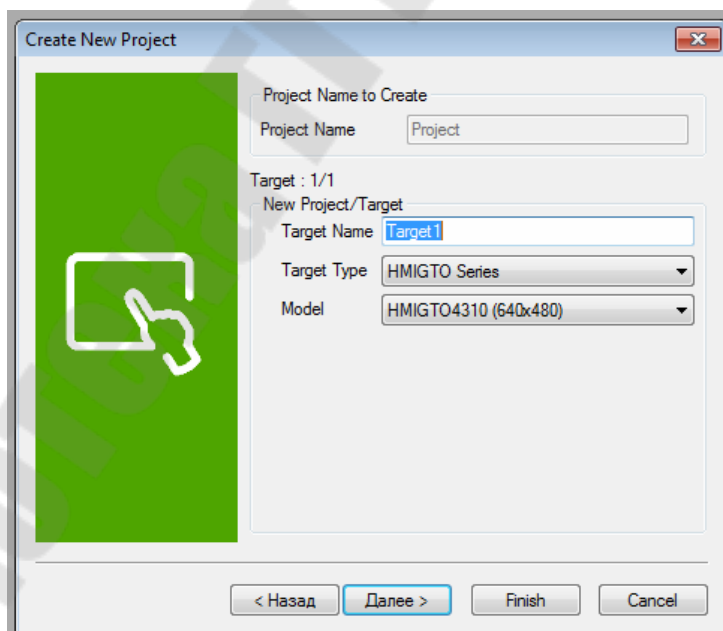

Рис. 2.2. Присвоение имени
- Присвоить имена терминалам (*Target Name*) (рис. 2.2).